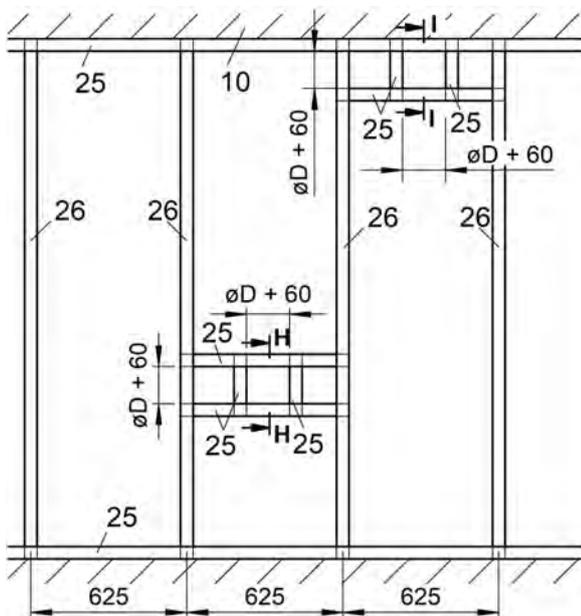

Abbildung 53: Metallständerwerk mit erforderlichen Auswechslungen für Nasseinbau (F30; BRS 100 bis ≤ 250)
- Metallständerwerk und Wand gemäß den Angaben des Wandherstellers herstellen und Auswechslungen entsprechend der Abbildung 53 vorsehen.
- Metallständerwerk und Wand gemäß den Angaben des Wandherstellers herstellen und Auswechslungen entsprechend der Abbildung 53 vorsehen. Vor der Anbringung des für den umlaufenden Metallprofilrahmen notwendigen UW-Profiles (Pos. 25) im Deckenbereich ist ein Mineralwollestreifen ca. 50x40 mm (Pos. 27.1) in das UW-Profil an der Decke einzubringen.